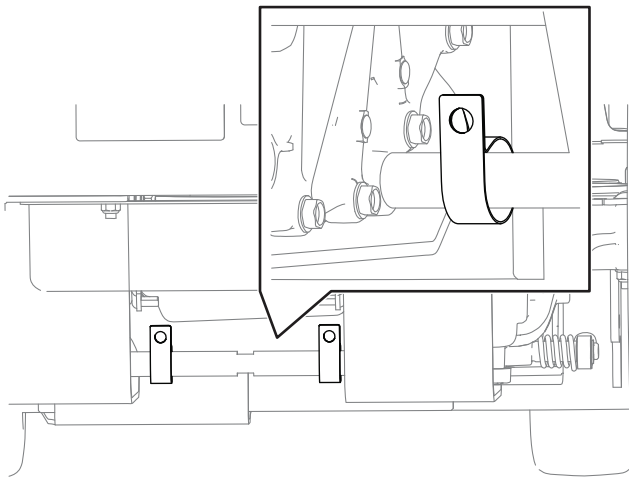

Bild 4
2. Montieren Sie die R-Klemmen an der Achsstange. Stellen Sie sicher, dass die R-Klemmen korrekt ausgerichtet sind, wie in **Bild 4** dargestellt.